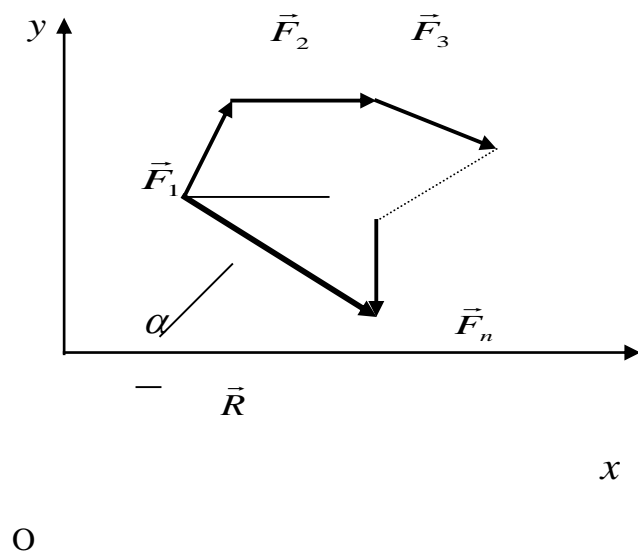

Рис. 1. Силовой многоугольник
**6. Рис. 1**
8. Из рис. 1 следует:
Многоугольник, который получается при сложении векторов сил системы называется **силовым многоугольником** (рис. 1). Вектор равнодействующей в силовом многоугольнике является замыкающей стороной и направлен от начала первого вектора к концу последнего вектора силы.